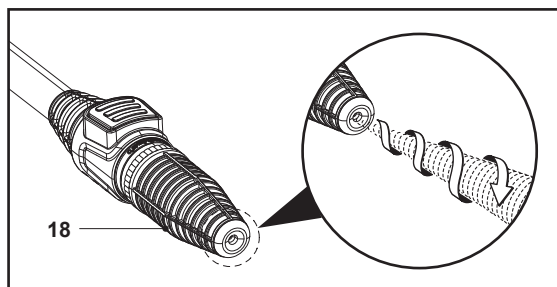

Fig. 12
Duza turbo (18) se rotește când pulverizează jeturi de apă cu presiune ridicată, pentru o spălare eficientă (fig. 12).